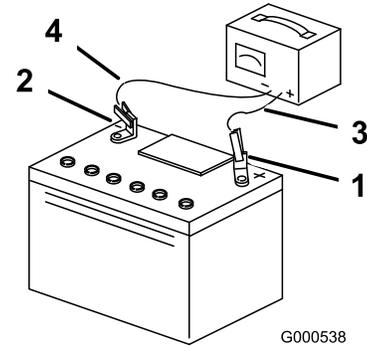

Figura 39
5. Cuando la batería esté completamente cargada, desconecte el cargador del suministro eléctrico, y desconecte los cables del cargador de los bornes de la batería (Figura 39).